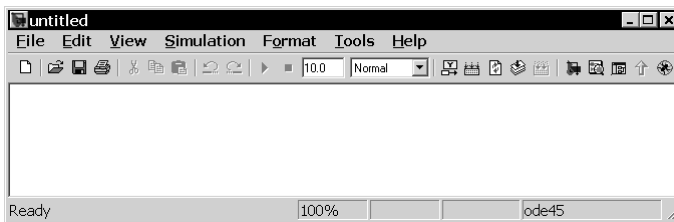

Рис. 1.5. Пустое окно модели
1. Создать новый файл модели с помощью команды **File** ⇒ **New** ⇒ **Model** (здесь и далее с помощью символа «⇒» указывается последовательность вызова пунктов меню) или используя кнопку  на панели инструментов. Новое созданное окно модели показано на рис. 1.5.